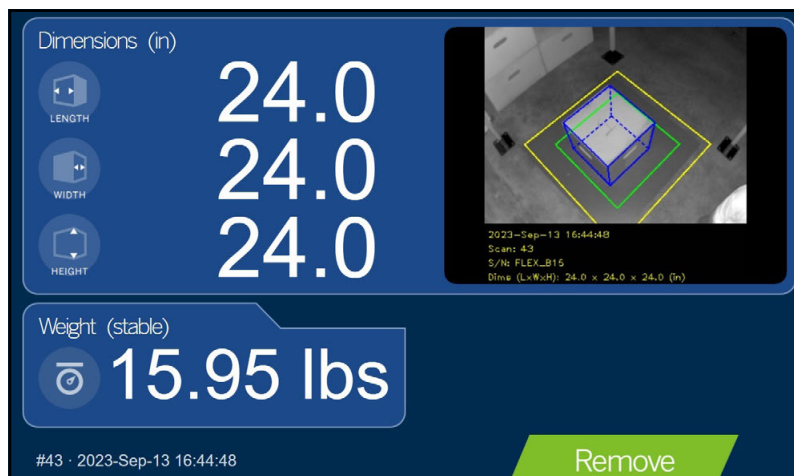

Abbildung 5-21. Kunden-Anzeige
**HINWEIS:** Die in **Abbildung 5-21** dargestellte Anzeige ist für einen anderen Dimensionierer und dient lediglich als Referenz.